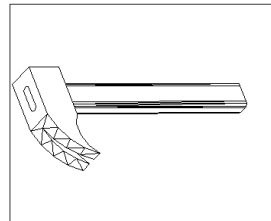

图 15-37
(24) 单击  按钮或者执行 `Drawing→Region` 命令，将上述多义线进行面化。
(25) 生成实体。单击  按钮或者在命令行直接输入 `extrude`，将上述区域进行拉伸，高度为 80。
(26) 差集处理。单击  按钮或者在命令行直接输入 `subtract`，从上述锤头中减去上述楔形实体。
(27) 单击  按钮或者在命令行直接输入 `hide`，结果如图 15-37 所示。